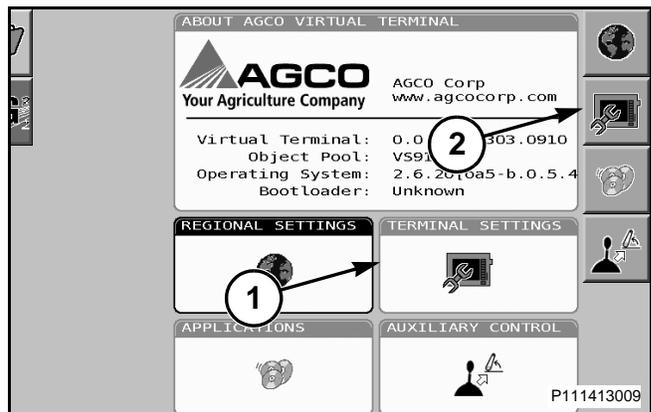

FIG. 69
FIG. 69: Para seleccionar fecha, hora e idioma desplácese hasta la casilla de fecha, hora e idioma (1) para resaltarla. Presione el botón de la rueda de selección para seleccionarlo o presione la tecla rígida situada junto al icono de fecha, hora e idioma (2).